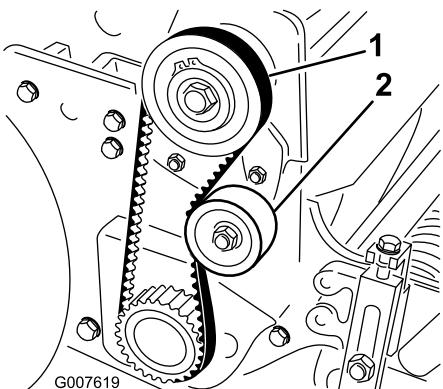

Figure 35
2. Contrôlez la tension en exerçant une force de 18 à 22 N à mi-distance entre les poulies (Figure 35). La courroie doit présenter une flèche de 6 mm.
- A. Desserrez l'écrou de fixation de la poulie de tension et faites pivoter la poulie dans le sens horaire contre l'arrière de la courroie jusqu'à ce que vous obteniez la tension voulue (Figure 35).